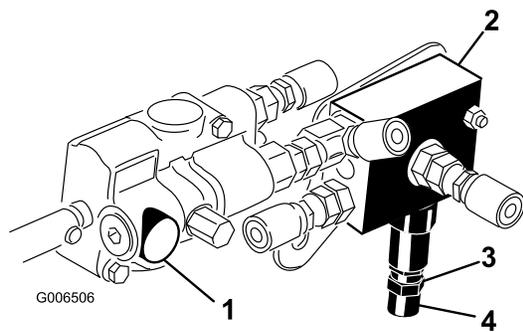

図 13
3. カウンタ・バランス・バルブの底にあるジャムナットをゆるめる (図 13)。バルブは、機体右側にある。